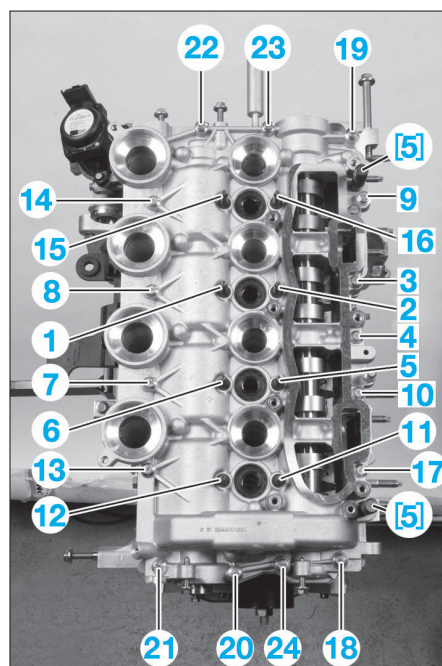

FIG. 81
- Reposer les arbres à cames, les vis de fixation (12) des paliers et les vis de fixation (11) du tendeur de chaîne d'arbres à cames (serrer à 1 daN.m).
- Reposer le carter supérieur d'arbre à cames sur la culasse en le centrant à l'aide de deux piges [5] introduites dans les trous prévus à cet effet (Fig.81).